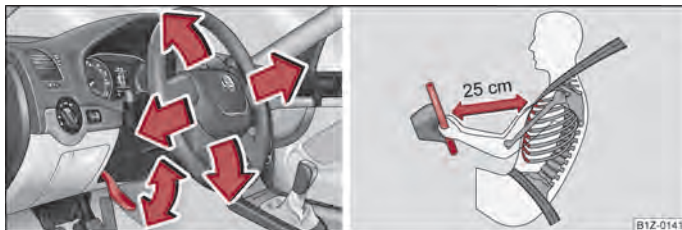

Fig. 98 Volan reglabil: Maneta de sub volan/Distanța sigură față de volan
- Îndreptați maneta de sub volan, în jos ⇒ fig. 98 - stânga ⇒ ⚠.
- Între șofer și volan trebuie să existe o distanță de cel puțin 25 cm ⇒ fig. 98 - dreapta. Dacă nu se respectă această distanță, sistemul airbag nu își poate exercita eficiența maximă - Pericol!